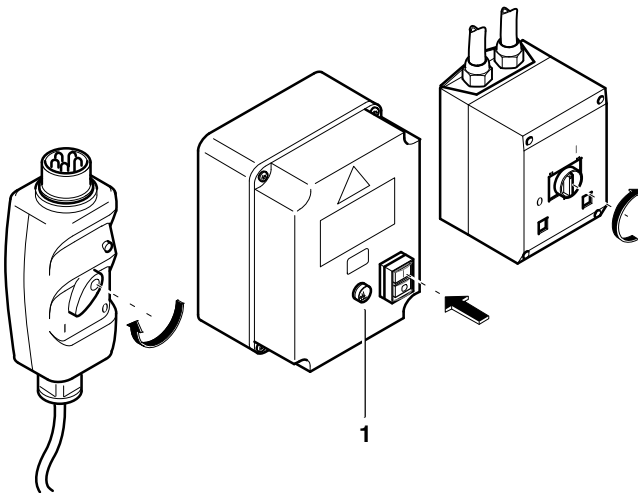

Fig. 9 Avviamento degli impianti elettrici
Gli impianti con comando compressore sono dotati di un dispositivo di controllo senso di rotazione. Se la posizione di fase non è corretta si accende la spia di avvertenza E1 (1, Fig. 9) e il motore non riceve corrente. In questo caso, scollegare immediatamente l'impianto dalla rete elettrica e invertire due delle tre fasi nei morsetti della spina. Non eseguire modifiche per nessuna ragione nella cassetta dei morsetti del motore e nel comando compressore.
- **Corrente trifase:** l'accensione avviene manualmente mettendo il commutatore (1, Fig. 9) sulla posizione 1.
- **Corrente trifase:** lo spegnimento avviene manualmente girando il commutatore (Fig. 9) sulla posizione 0.